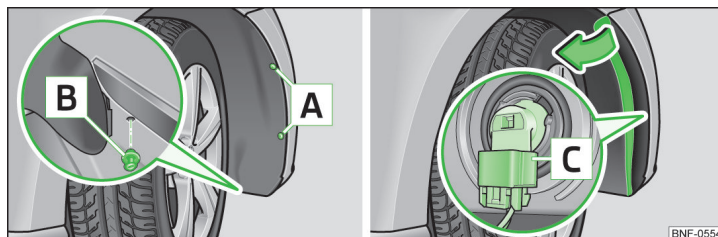

Fig. 132 Becul pentru farul de ceață
- Cu șurubelnița din trusa de scule deșurubați șuruburile **A** » fig. 132 din capitonajul pasajului de roată.